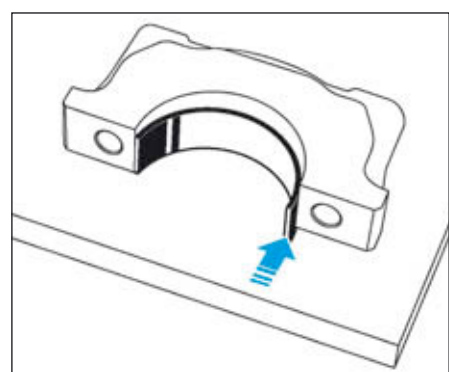

FIG.76
- Bloquer ce coussinet à affleurement du chapeau de palier et pousser du côté opposé jusqu'à amener le coussinet à affleurement du chapeau de palier (Fig.76).